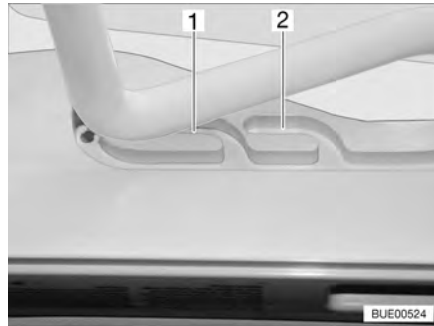
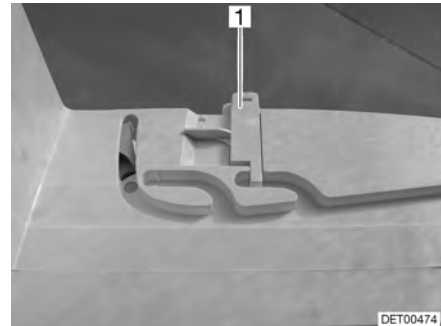

Fig. 78 Lanterneau Heki en position de ventilation
Fig. 79 Verrouillage position de ventilation
Il est possible d'amener le lanterneau Heki en deux positions de ventilation : Position pour mauvais temps (Fig. 78,1) et position intermédiaire (Fig. 78,2). Suivant le modèle, il est possible de verrouiller le lanterneau en position intermédiaire avec le verrou (Fig. 79,1).
- Pousser légèrement l'étrier vers le haut, le pousser dans la glissière choisie (Fig. 78,1 ou 2) et le verrouiller si nécessaire.